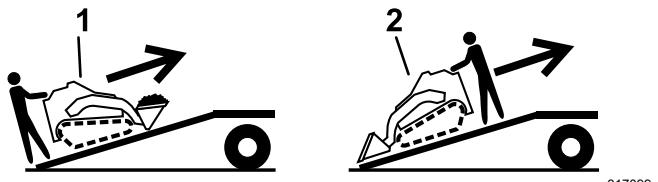

Figure 20
5. Placez toujours l'extrême la plus lourde de la machine en haut de la rampe, la charge en bas, lorsque vous chargez la machine sur la remorque (Figure 20).